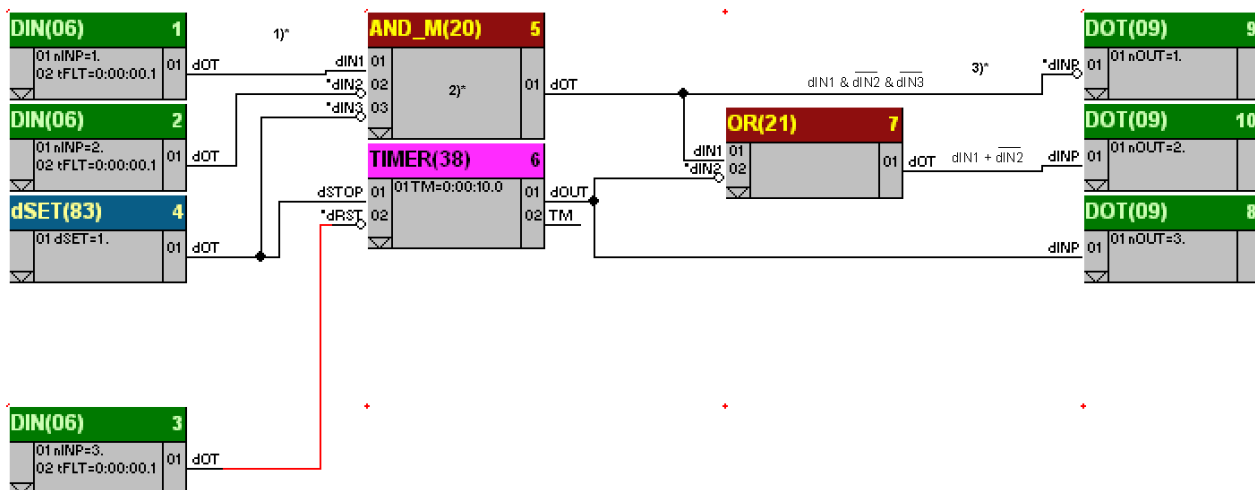

Рисунок 2.7 - Пример конфигурирования
Возможности конфигурирования не зависят от функционального блока и определяются следующими правилами (рис. 2.7):
На рис. 2.7 представлен пример конфигурирования.
На рис. 2.7 представлены различные примеры и варианты конфигурирования:
3) Выходной сигнал функционального блока многовходового И 5-MULTI\_AND(20)-03 подается на 1-й дискретный выход контроллера, для чего на вход 01 блока дискретного выхода 9-DOT(09) подключен 01 выход блока многовходового И 5-MULTI\_AND(20)-03. Сигнал на входе 01 функционального блока дискретного выхода 9-DOT(09) инвертируется.
4) На рис.2.7 показана инверсия входов следующих функциональных блоков: Вход 02 и 03 блока 5-MULTI\_AND(20)-03, вход 02 блока 6-TIMER(38), вход 02 блока 7-OR(21), вход 01 блока 9-DOT(09).